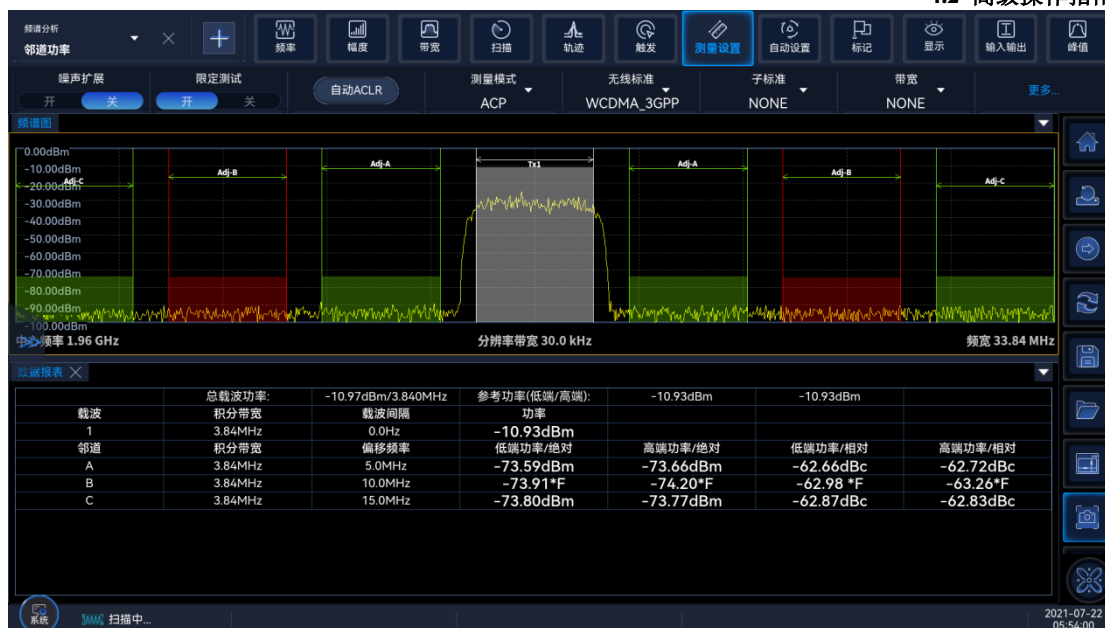

图 4.15 限定测试
- 在图 4.15 中，偏移 A 和 C 通过，偏移 B 失败。在偏移 B 中的功率电平超过了我们指定的-80dB，所以失败。失败信道的柱状图将以红色显示。